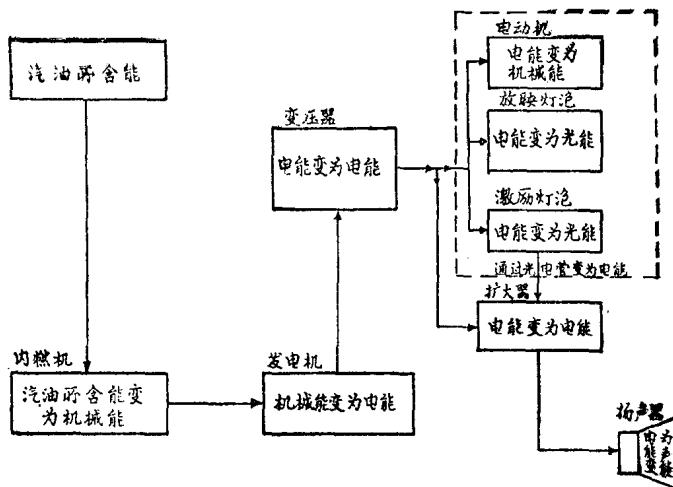

图 1·1 放映設备中的能量轉換過程
3. 电能是其他形态能的轉換中心 自然界各种形态的能，通常可以和电能相互轉換，而且有的能量即使可以直接受到轉換，应用时也大都需要通过电能。如机械能可以直接轉換为热能，也可以先轉換为电能，再由电能轉換为热能。但光能却不能直接轉換为声能，必須先把光能轉換为电能，然后再由电能轉換为声能。放映机上的还音装置就是这样的。放映工作的全套設備，就是能的形态轉換过程的一个例子，如图1·1所示。